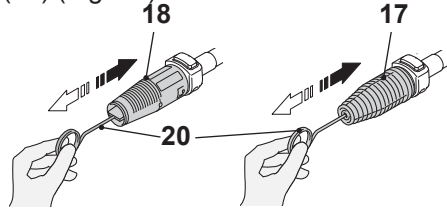

Fig. 18
Eliminar cualquier depósito de suciedad del agujero de la boquilla (17/18) usando la aguja de limpieza (20) (Fig. 18).